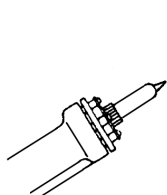

FIG. 1
2. Augmentez la température de l'élément d'échauffement pour permettre à la soudure coagulée de fondre. Débloquez la panne avec le nettoyeur de panne (voir fig. 1)